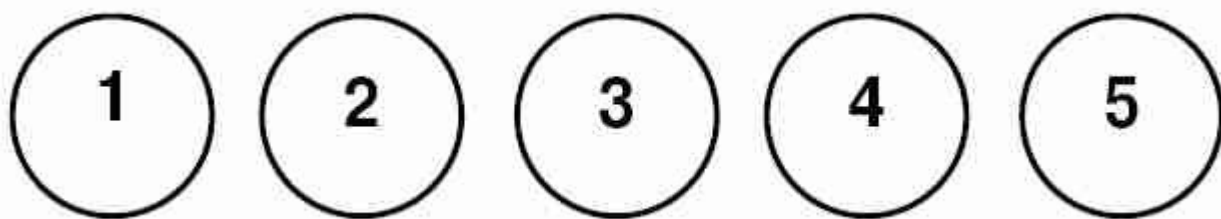

Рисунок 3 – Схема разметки участка дороги для калибровки прибора
- Выберите на дороге сухую и чистую полосу длиной приблизительно 3 м и шириной 1,5 м, разделите на 5 участков и сделайте разметку мелом (рис.3).
Методика построения градуировочной зависимости приведена в «Приложении А. Измерения» следует проводить в режиме **Установка нуля** на участках дороги по схеме рис. 3, с последующим взятием и лабораторным испытанием вырубков (кернов).
В режиме **Установка нуля** установить прибор на дороге в центр размеченного участка 1. Через 10-15 секунд, когда показания ΔU на дисплее стабилизируются, записать измеренное значение. Повторить измерения по схеме рис.3 и рассчитать среднее арифметическое значение показаний U_{1cp} из пяти измерений.